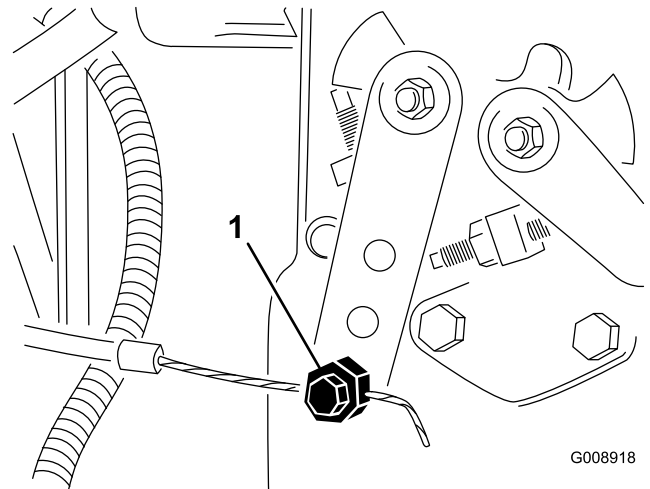

Figure 72
2. Desserrez le connecteur du câble d'accélérateur sur le bras du levier de la pompe d'injection (Figure 72).